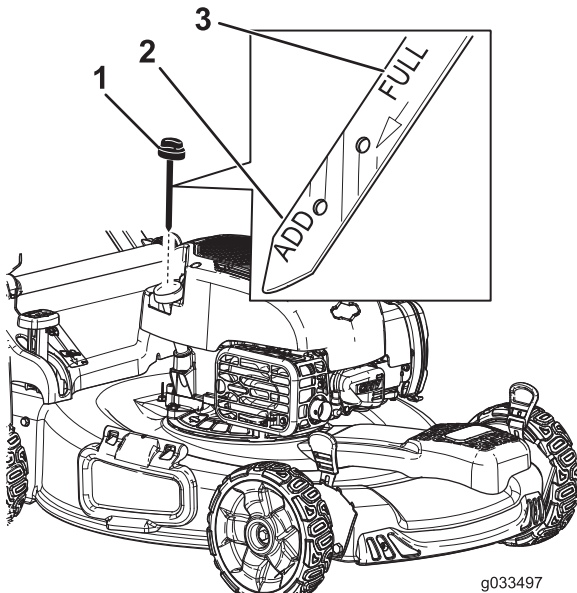

Figure 8
2. Retirez la jauge (Figure 8) et versez de l'huile dans le tube de remplissage pour remplir le carter moteur aux 3/4.
5. Sortez de nouveau la jauge et vérifiez le niveau d'huile ; voir Figure 8.